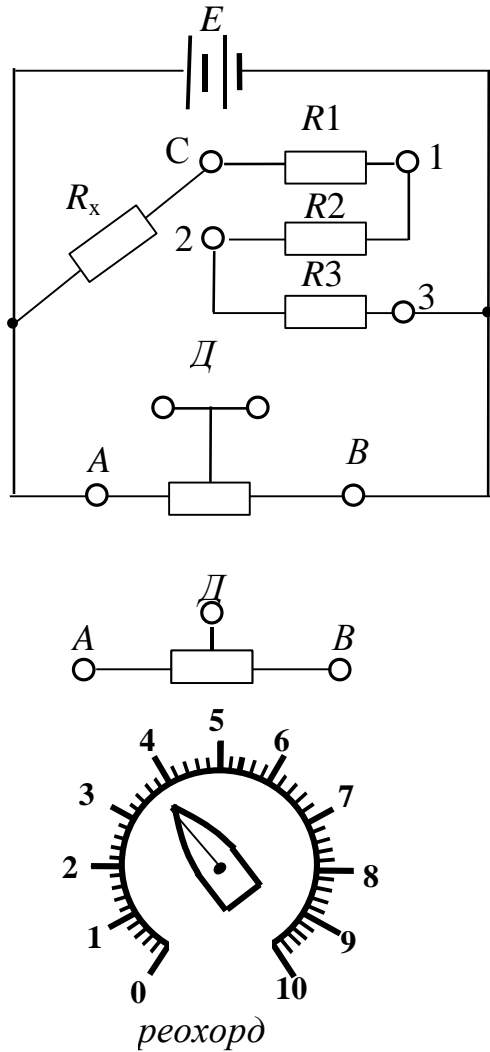

Рис.2. Рабочая схема опыта
**Необходимые приборы:** круговой реохорд, цифровой вольтметр, источник постоянного тока напряжением 4В, проводник с известным сопротивлением  $R_x$  (длина проводника  $\ell = (20,00 \pm 0,01) \text{ м}$ , диаметр проводника  $d = (0,10 \pm 0,01) \text{ мм}$ ), набор известных сопротивлений ( $R_1 = 470 \text{ Ом}$ ,  $R_2 = 680 \text{ Ом}$ ,  $R_3 = 820 \text{ Ом}$ ). Все элементы схемы, кроме цифрового вольтметра, смонтированы внутри лабораторного стенда. Рабочая схема опыта показана на рис.2 и на панели лабораторного стенда.